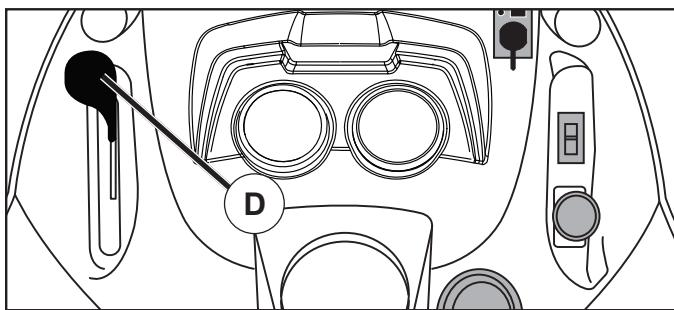

Fig. 7
PARA USAR EL CONTROL DE LA ACCELERACIÓN (D) (Vea Fig. 7)